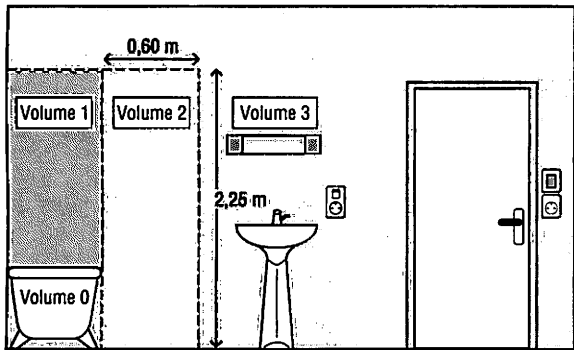

Fig. 17 : Prise de courant avec contact de mise à terre alimentée par transformateur de séparation ou par différentiel 30 mA.
- (e) : sauf un socle de prise de courant alimenté par un transformateur de séparation de puissance (voir fig. 17).